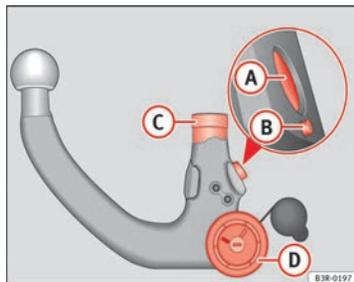

Fig. 158 Dispositivo desmontable para remolque: Rótula
- Compruebe que el perno de bloqueo (A), la palanca de desenclavamiento (B), el vástago de encaje (C) y la rueda moleteada (D) ⇒ fig. 158 de la rótula no están sucios ni deteriorados.